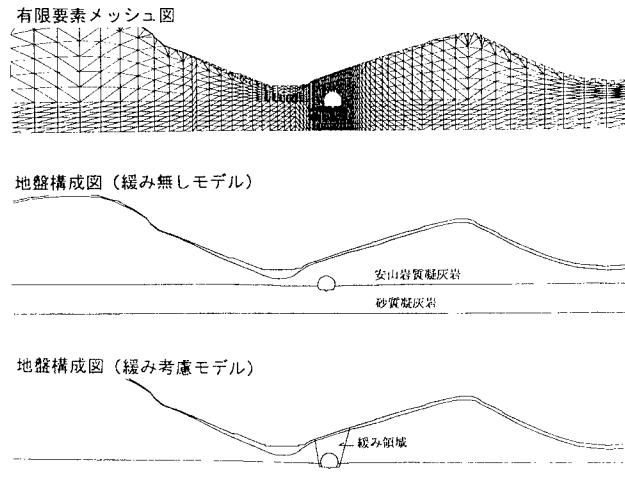

図1 有限要素法メッシュと地盤構成
- ① トンネルの周辺地下水位は、ほぼ定常状態にあると想定し、トンネルを横断する断面での2次解析とした。地下水位の時間変動を予測する場合は非定常解析とし、最終的な地下水位分布を予測する場合は定常解析とした。解析断面は、予備調査により砂質凝灰岩が多く分布している箇所とした。
- ② 解析モデルは、地下水の涵養を降雨浸透のみで模擬し、トンネル上方に緩み域を設定しない「降雨浸透、緩み域なし」とした。トンネルは全周から集水する地形条件にあることから、大気圧開放状態で、全周から地下水が浸透するとした（図1参照）。